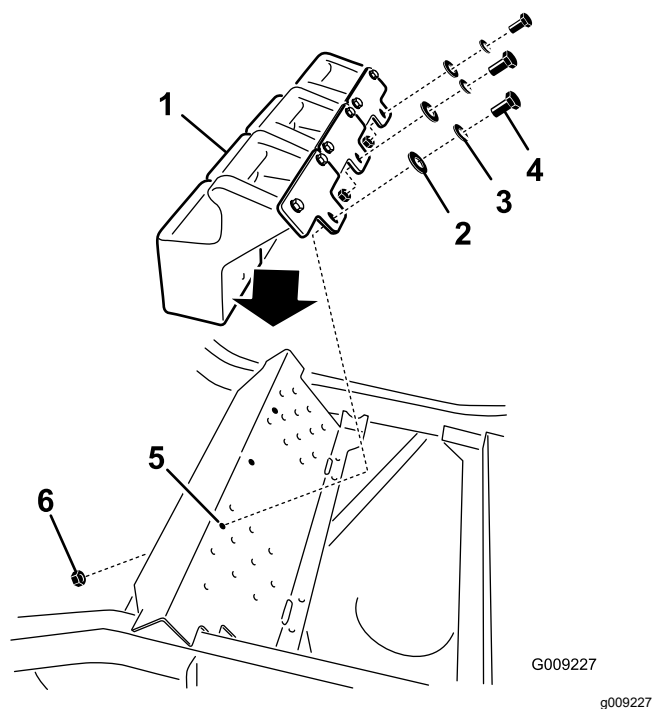

Figure 35
5. Installez les masses avant sur le repose-pied (Figure 35).
6. Fixez les masses avant sur le haut du repose-pieds et sur le support de montage de masse au moyen de 6 boulons ($\frac{3}{8}$ " x 1"), 6 rondelles-freins ($\frac{3}{8}$ "), 3 écrous à embase ($\frac{3}{8}$ ") et 6 rondelles plates ($\frac{3}{8}$ "), comme montré à la Figure 35.